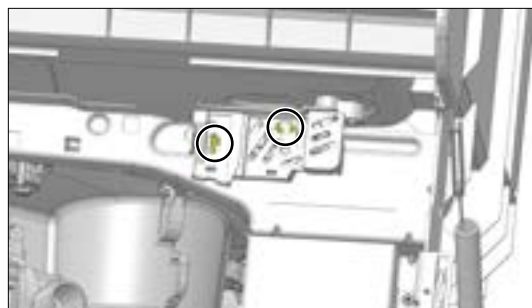
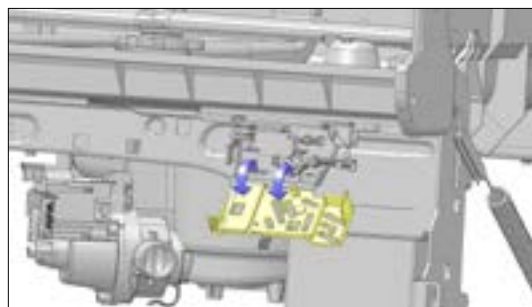

Figura 1
Figura 2
- Quite los dos (2) tornillos del panel de pie y de acceso.
- Abra la cubierta presionando las dos (2) lengüetas como se muestra en la figura 1 y la figura 2 y retire el tornillo de cabeza hexagonal de 1/4" como se muestra en la figura 3.